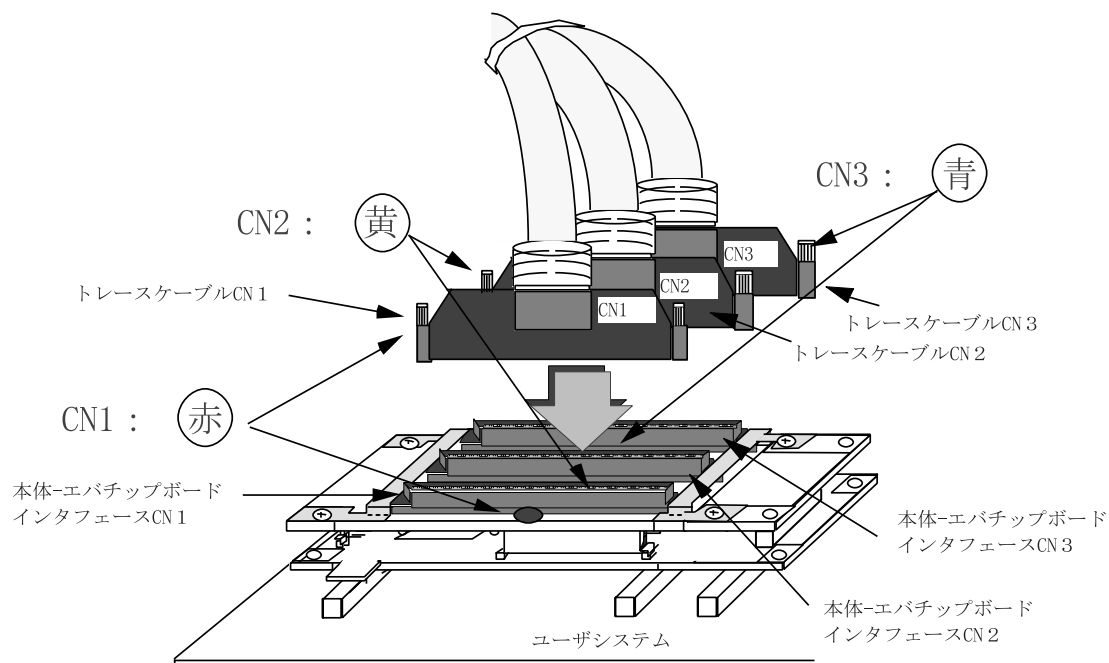

図 3-4 エバチップボード側のトレースケーブルの接続方法
(4) エバチップボード側も E8000 エミュレータ本体と同様に、本体-エバチップボードインタフェースコネクタにトレースケーブルを接続します。本体-エバチップボードインタフェースコネクタの CN1、CN2、CN3 にトレースケーブルの CN1、CN2、CN3 をそれぞれ合わせて接続します。接続方法は、(3) 項と同様に行なってください。エバチップボード側のトレースケーブルの接続方法を図 3-4 に示します。